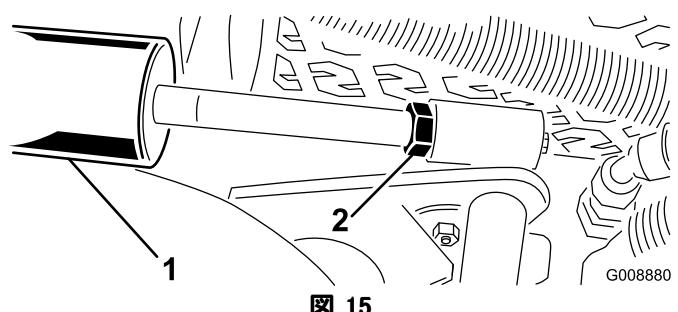

図 15
- A. カッティングユニットを降下させ、シリンダについているジャムナットを戻す（図 15）。